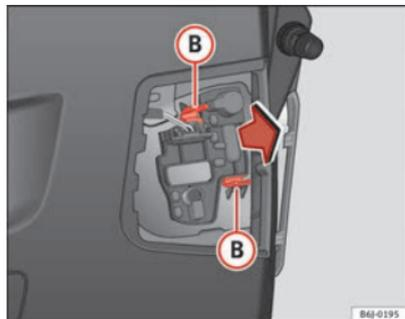

Fig. 182 Desmontaje del portalámparas
- Desmonte el portalámparas presionando los clips de sujeción **(B)** ⇒ fig. 182 y extráigalo hacia afuera.